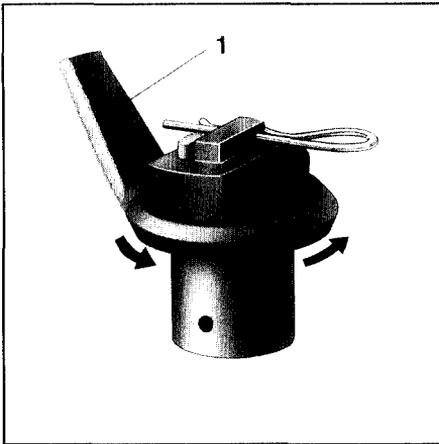
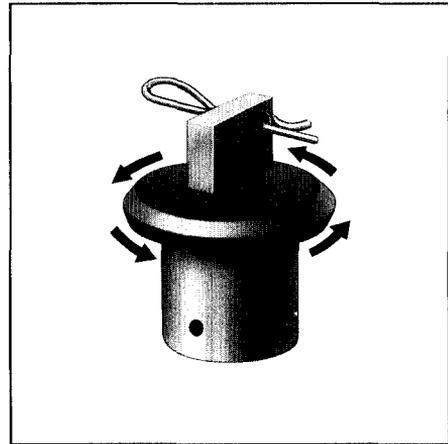

Fig. 8.1
Fig. 8.2
15. Les têtes d'agitation, en fond de trémie (Fig. 8.1), tournent en sens opposé et assurent l'alimentation régulière d'engrais vers les disques d'épandage. Pour quelques produits, comme par ex. quelques variétés d'urée ou d'engrais verts, il est indispensable d'enlever la garniture (Fig; 8.1/2) de la tête d'agitation et de placer la goupille agricole en l'orientant dans le sens opposé à la rotation (Fig. 8.2) (respecter les consignes fournies par le tableau de débit).